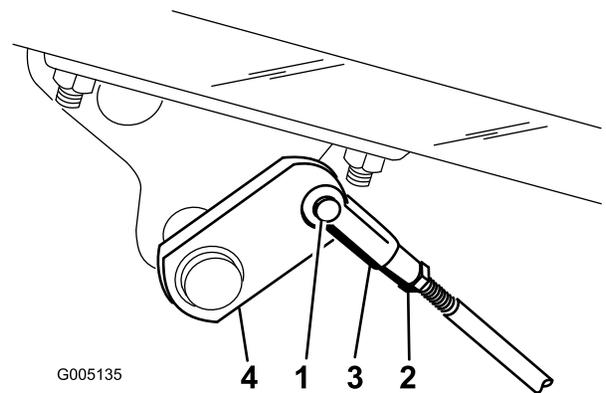

図 55
2. ブレーキが片効きであれば、コッターピンとクレビスピンを外して、ブレーキロッドを外す (図 55)。
3. ジャムナットをゆるめ、クレビスを調整する (図 55)。
4. クレビスをシャフトに取り付ける (図 55)。